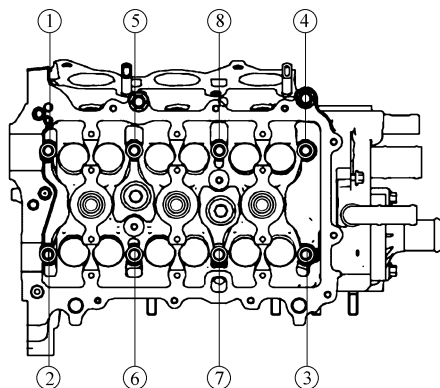

图 1-7 气缸盖螺栓拆卸顺序
- 6) 按如图 1-7 顺序拆下气缸盖螺栓(不可重复使用)。